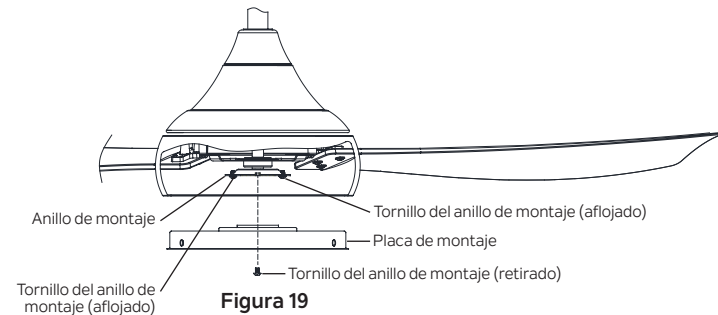

Figura 19
Paso 1. Afloje dos de los tornillos del anillo de montaje fijado al eje del motor y retire y guarde el tercer tornillo. **(Figura 19)**
Paso 2. Coloque los orificios de la llave en la placa de montaje sobre los dos tornillos previamente aflojados del anillo de montaje, gire la placa de montaje (en el sentido de las agujas del reloj) hasta que se trabe en su lugar con las secciones estrechas de los orificios de la llave. **(Figura 19)**
Vuelva a colocar el tercer tornillo del anillo de montaje que se retiró previamente y apriete los 3 tornillos del anillo de montaje para asegurarse. **(Figura 19)**